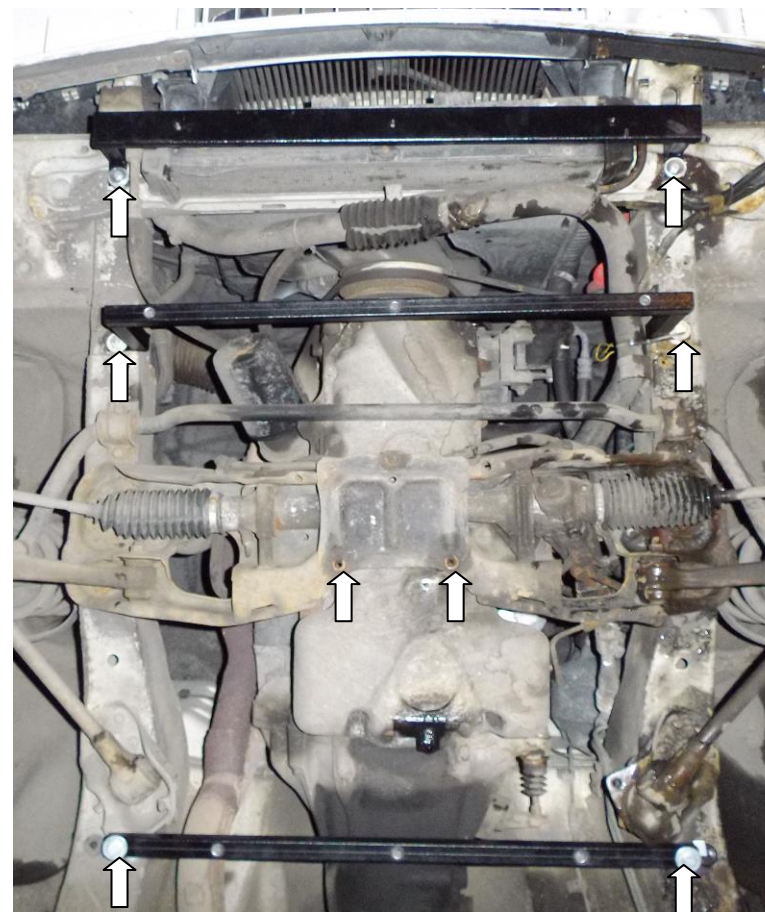

рис.1
3. Установить балку 4 в задние сквозные отверстия кронштейнов крепления рычагов болтами 9 с гайками 10, рис.1.
4. Установить защиту к установленным балкам и по центру к балке двигателя в штатные гайки болтами 7, рис.1.